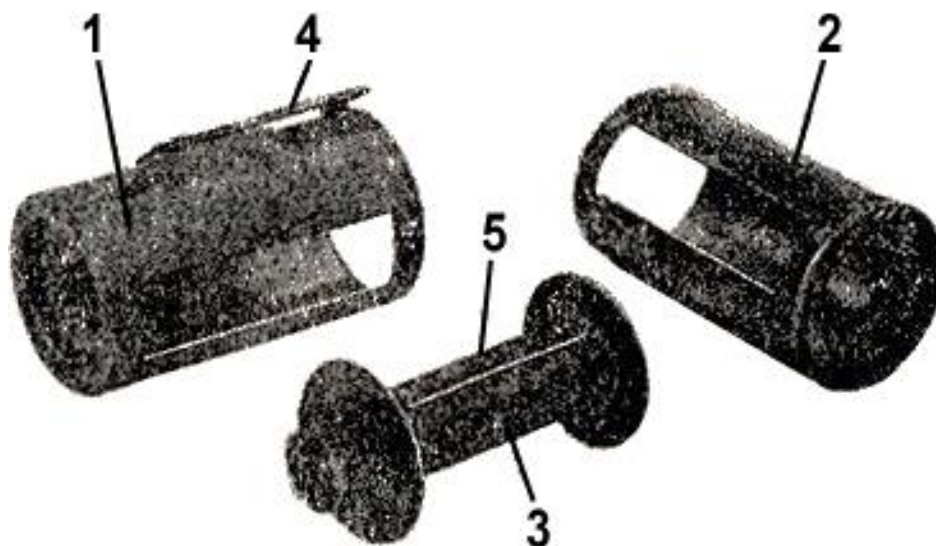

Рис. 7
Кассета (рис. 7) представляет собой соединение двух полых цилиндров (1) и (2) с катушкой внутри (3). На наружном цилиндре (1) имеется направляющий выступ с укрепленной на нем плоской пружиной, запирающей кассету (4) и прямоугольный вырез. На внутреннем цилиндре (2) в доньшке вмонтирован столбик, служащий для открывания кассеты при подготовке аппарата к съемке и также, как и в наружном цилиндре – прямоугольный вырез.